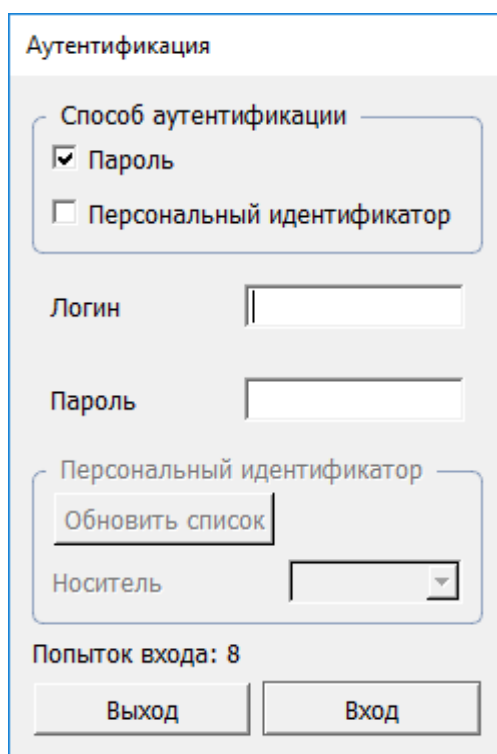

Рисунок 7.7 – Аутентификация в графической консоли СДЗ Windows
7.8 Выйти из мягкого режима можно в **графической консоли СДЗ Windows (консоль АБ Windows)**, запускаемой по требованию АБ из среды ОС Windows, для этого необходимо загрузить ОС и запустить приложение **SafeNodeSystemLoader.exe** (рисунок 7.7). Ярлык для данного приложения создается автоматически на рабочем столе при установке изделия.